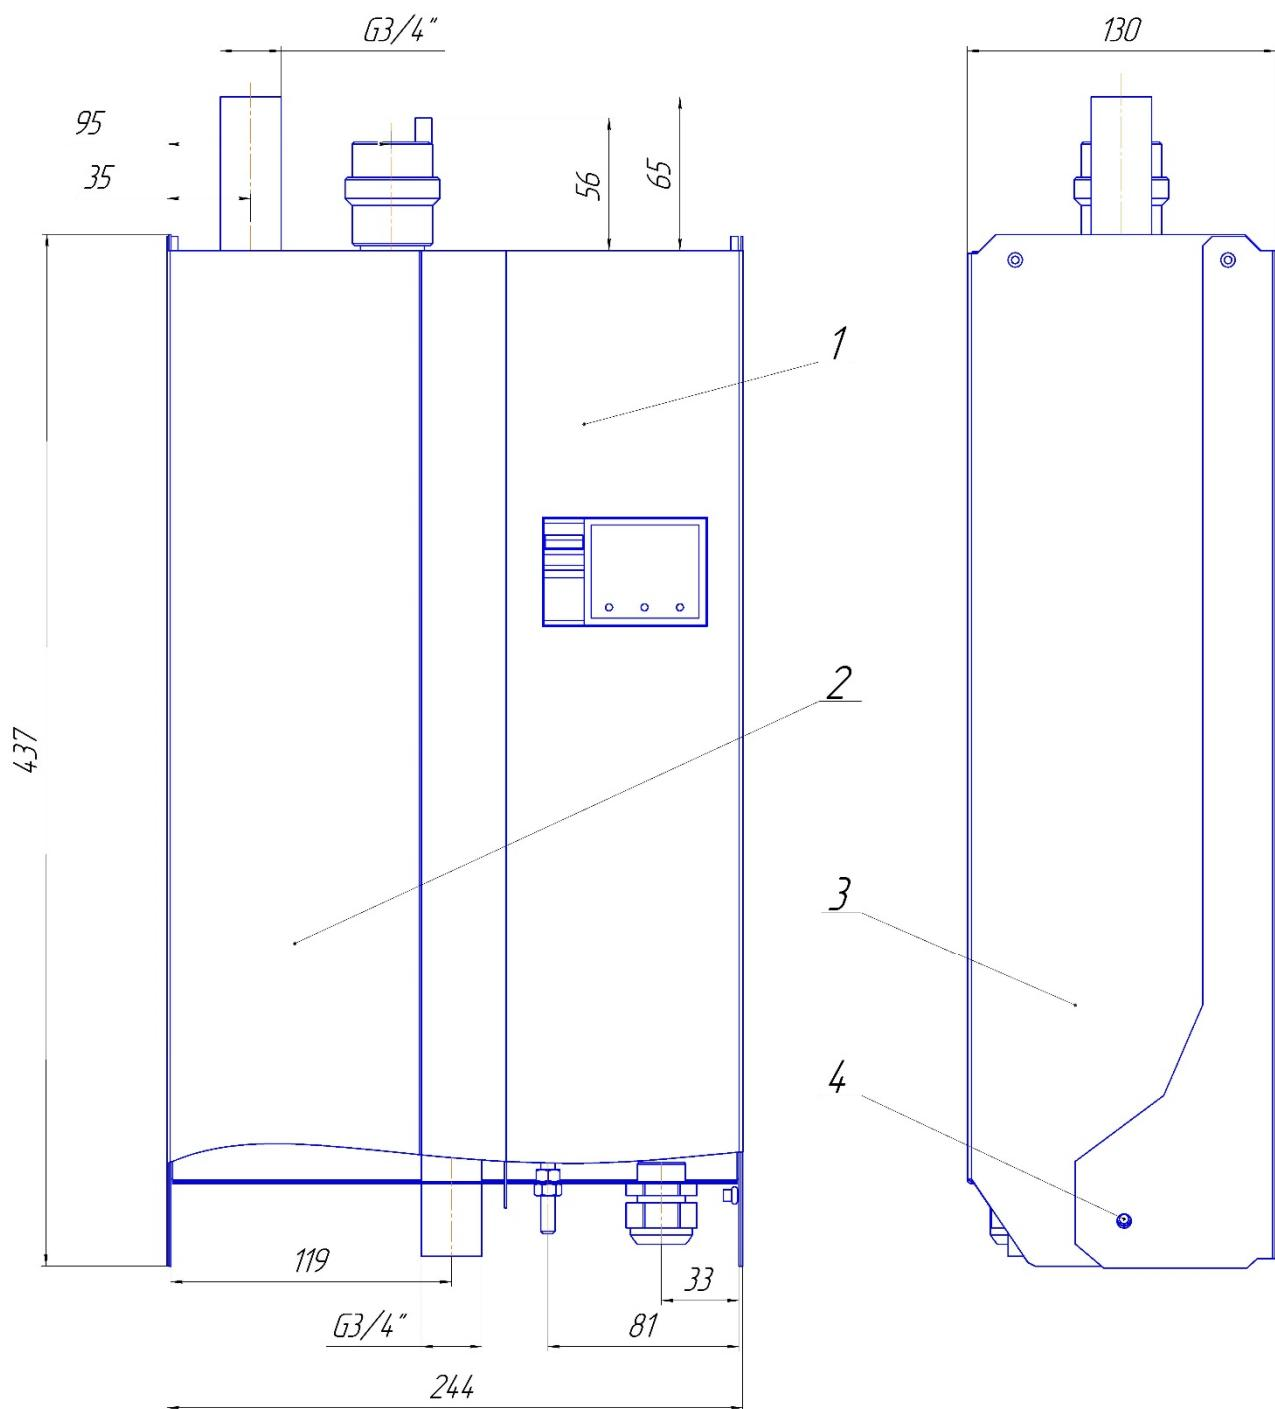
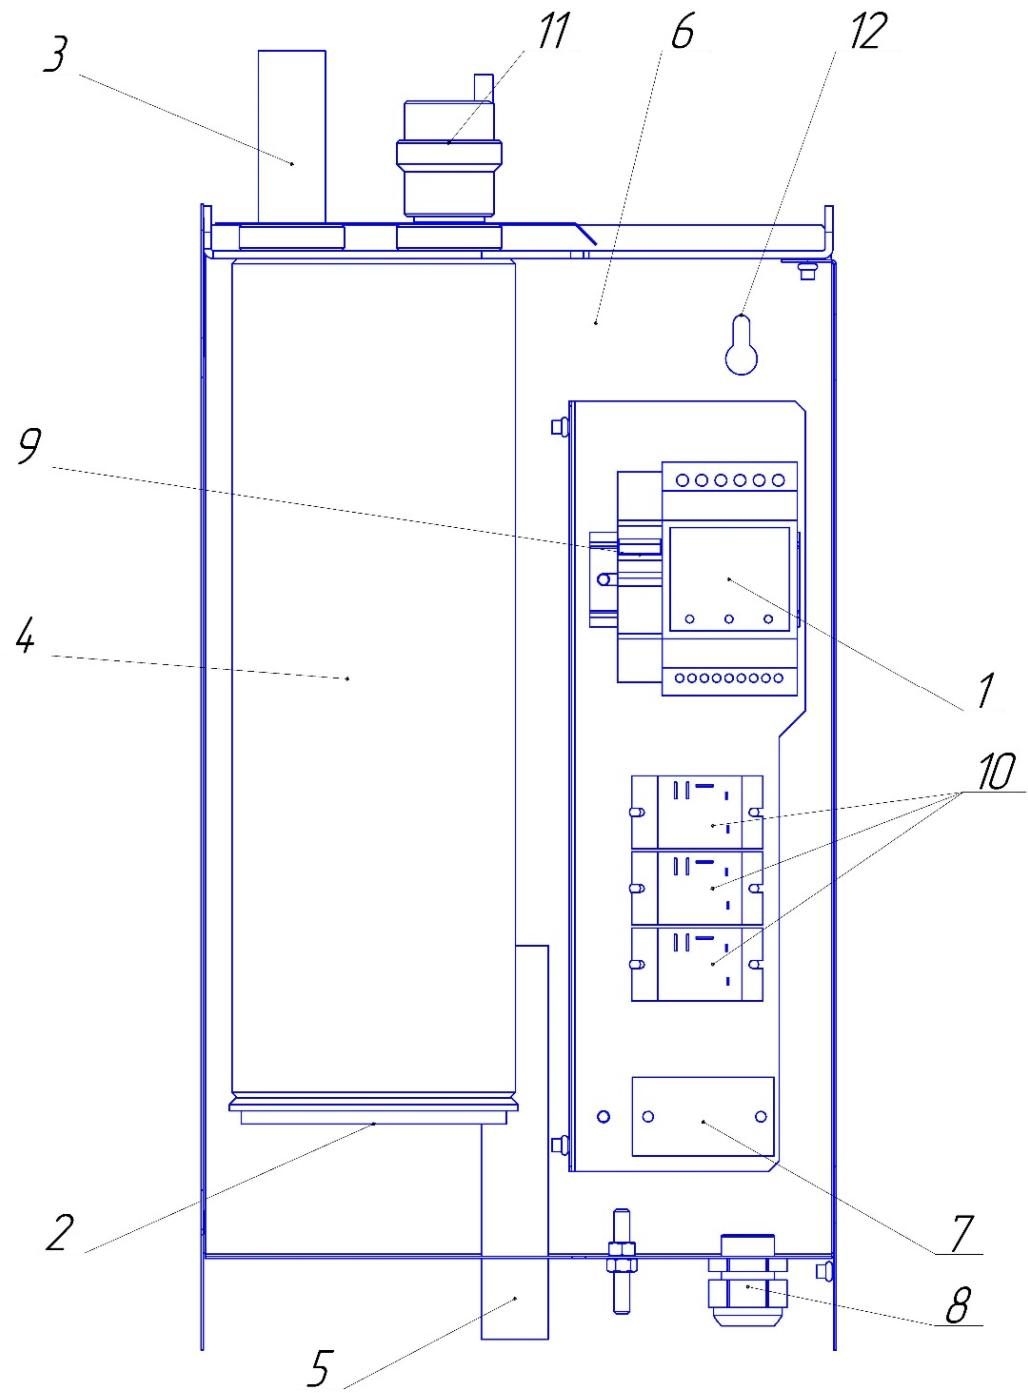

Рисунок 1 – Габаритні розміри котла
Рисунок 2 - Будова та схема підключення котла електричного тенового
1.3.1 Електричний теневий котел являє собою металевий корпус, зібраний з окремих комплектуючих. Будова котла зображена на рис. 1.
1.3.2 Зовнішню огорожу котла складає корпус 6 (рис. 2) з передньою панеллю. У правій верхній частині корпуса знаходитьться блок управління котла 1 (у вигляді терморегулятора) з
2.2.4 Деаерація системи опалення (видалення повітря) відбувається через клапан для видалення повітря 11 (рис.2) Видалення повітря із системи опалення необхідне для запобігання інтенсивної корозії внутрішніх поверхонь системи, а також усунення і утворення повітряних пробок, які перешкоджають нормальній циркуляції теплоносія.
праву панель 1 (рис.1), зняти її легким рухом з котла. Протягнути кабель живлення через герметичний кабельний ввід 8 (рис.2), зняти ізоляцію на кінцях проводів кабелю, обтиснути їх кабельними наконечниками. Надіти та зафіксувати нагрівом термоусаджувальні трубки відповідних кольорів на кабельні наконечники. Зняти захисну кришку клемної колодки 7, приєднати кабель живлення до клемної колодки у відповідності до схеми на її кришці, міцно затиснути гвинти клемної колодки. Закрити клемну колодку її кришкою, затиснути герметичний кабельний ввід, та встановити і зафіксувати передню панель електрокотла.